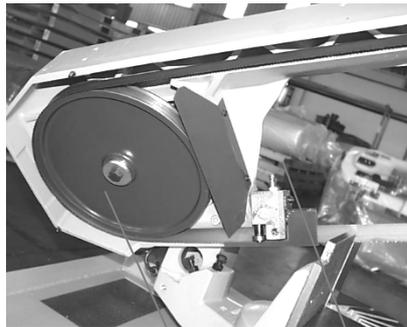

Fig. 8 A
1. Soulevez le cadre de la scie d'environ 6" et fermez le bouton d'alimentation marche/arrêt en le tournant dans le sens des aiguilles d'une montre aussi loin que possible (Fig. 8).